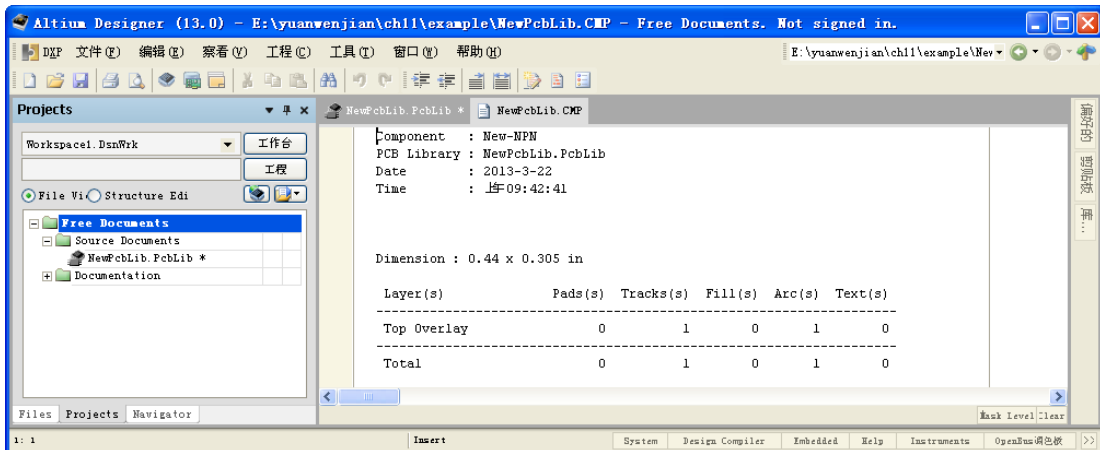

图 11-43 查看元件封装信息时的界面
(1) 元件封装中的测量：为了检查元件封装绘制是否正确，在封装设计系统中提供了 PCB 设计中一样的测量功能。对元件封装的测量和在 PCB 上的测量相同，这里不再赘述。
(2) 元件封装信息报表：在“PCB Library (PCB 元件库)”面板的元件封装列表中选择一一个元件，单击菜单栏中的“报告”→“Component (元件)”命令，系统将自动生成该元件符号的信息报表，工作窗口中将自动打开生成的报表，以使用户马上查看。如图 11-43 所示为查看元件封装信息时的界面。
在图 11-43 中给出了元件名称、所在的元件库、创建日期和时间，以及元件封装中的各个组成部分的详细信息。